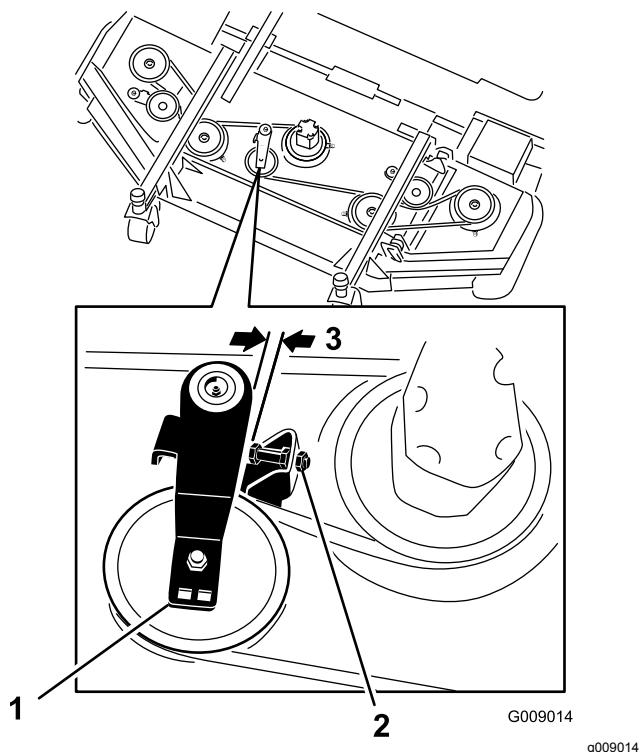

Bild 114
3. Lösen Sie am Frontmähwerk in der Mitte die Klemmmuttern an der Anschlagsschraube der Spannscheibe und drehen die Anschlagsschraube in die Halterung (Bild 114).
4. Schieben Sie jede Spannscheibe des Seitenmähwerks mit einem Ratschenschlüssel oder einem ähnlichen Werkzeug vom Treibriemen, um die Spannung zu lösen, und lassen Sie den Riemen von der Spannscheibe des Seitenmähwerks rutschen (Bild 114).